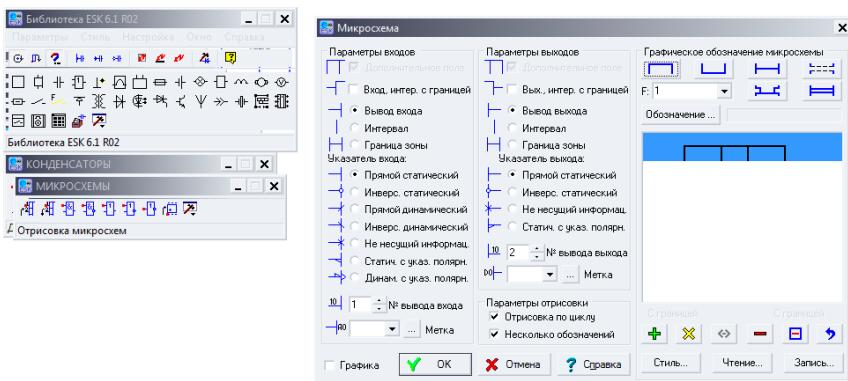

Рис. 7.4. Панель отрисовки микросхем
2. Для получения УГО микросхем используется режим отрисовки. (рис. 7.4). В ней задается параметры левых и правых выводов.